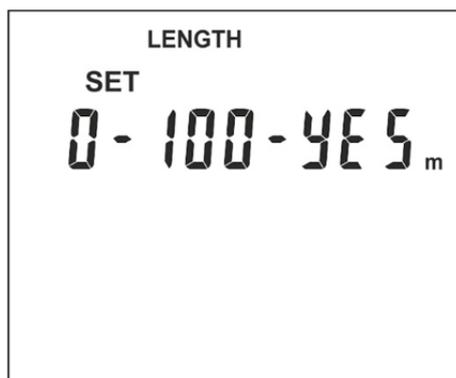

Fig. 15: Configurações da calibração do comprimento dos cabos
2. Premir e manter premido durante 3s o botão **L/W**. O ecrã de Fig. 15 é apresentado no display